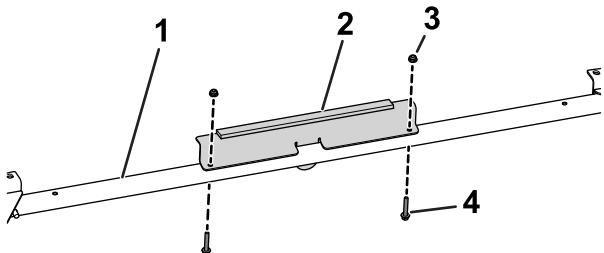

Figura 37
- Utilize os 2 parafusos flangeados de cabeça sextavada (1/4 x 1 $\frac{1}{2}$ pol.) e as 2 porcas (1/4 pol.) para prender o suporte frontal à ligação cruzada frontal (Figura 37).